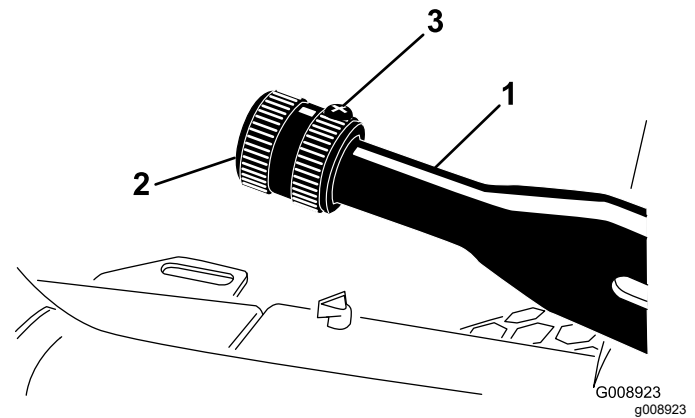

Bild 62
1. Lösen Sie die Stellschraube, mit der das Handrad am Feststellbremshebel befestigt ist (Bild 62).